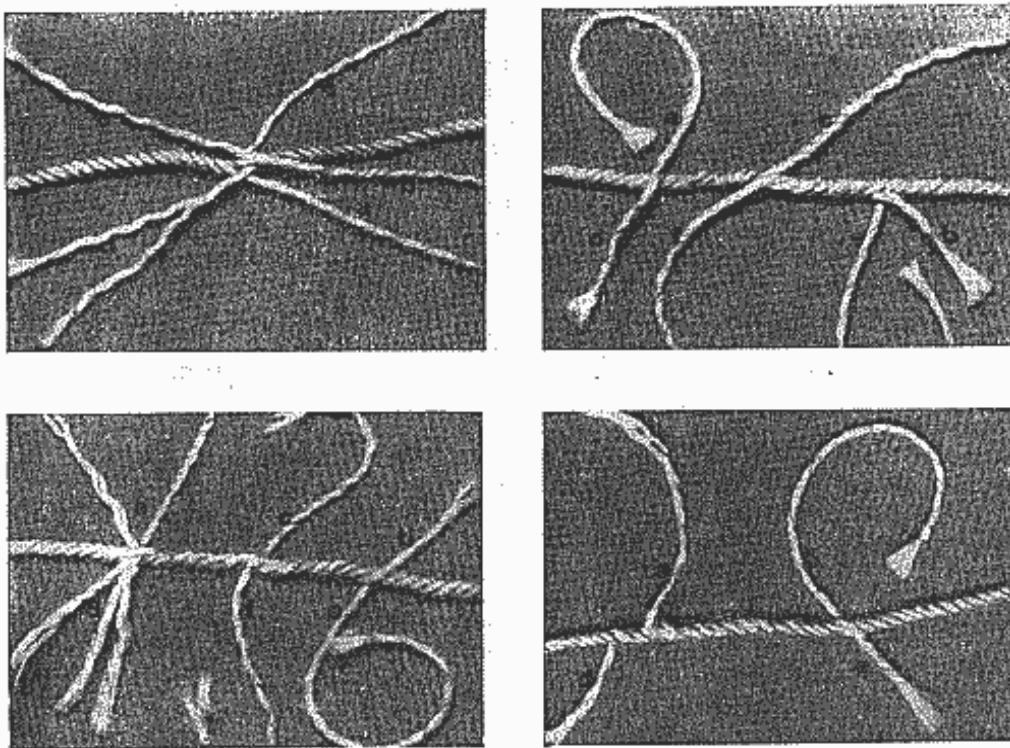

Рис. 66. Лонгосплесень
**Лонгосплесень.** Лонгосплесень слабее, чем короткий сплесень, но имеет то преимущество, что при его изготовлении диаметр троса не увеличивается и сам трос свободно входит в лик-паз мачты или гика. Расплетите пряди примерно на 30 см и соедините концы как при коротком сплесне (рис. 66, а). Выплетите прядь а на 12—15 см и вплетите на ее место в образовавшуюся канавку прядь и. Таким же образом, но в противоположном направлении сделайте переплетение с прядями вне (рис. 66, б). Разделите концы прядей пополам и отрежьте по полпряди. Оставшиеся концы завяжите узлом попарно (а с Л, с с / и в с е —рис. 66, в). Пробейте концы в трос (по спуску, если ликтрос будет пришиваться к парусу, или против спуска во всех случаях) два-три раза (рис. 66, г). Обрежьте и оплавьте все концы.